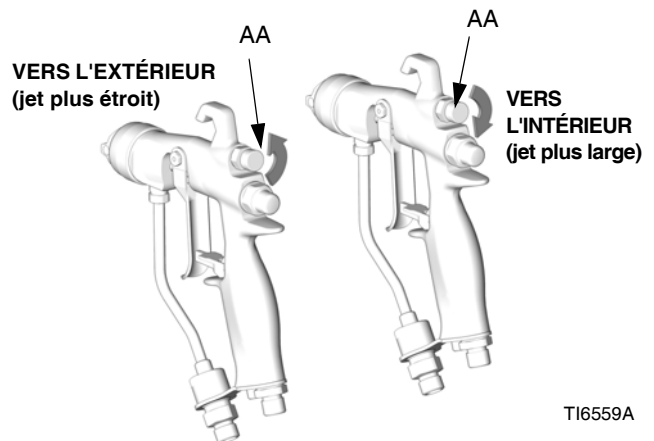

Fig. 6. Bouton d'air du jet
- Consultez la section FIG. 6. Fermez l'air de réglage du jet en tournant le bouton (AA) à fond dans le sens des aiguilles d'une montre (vers l'intérieur). Le pistolet est réglé sur le jet le plus large.